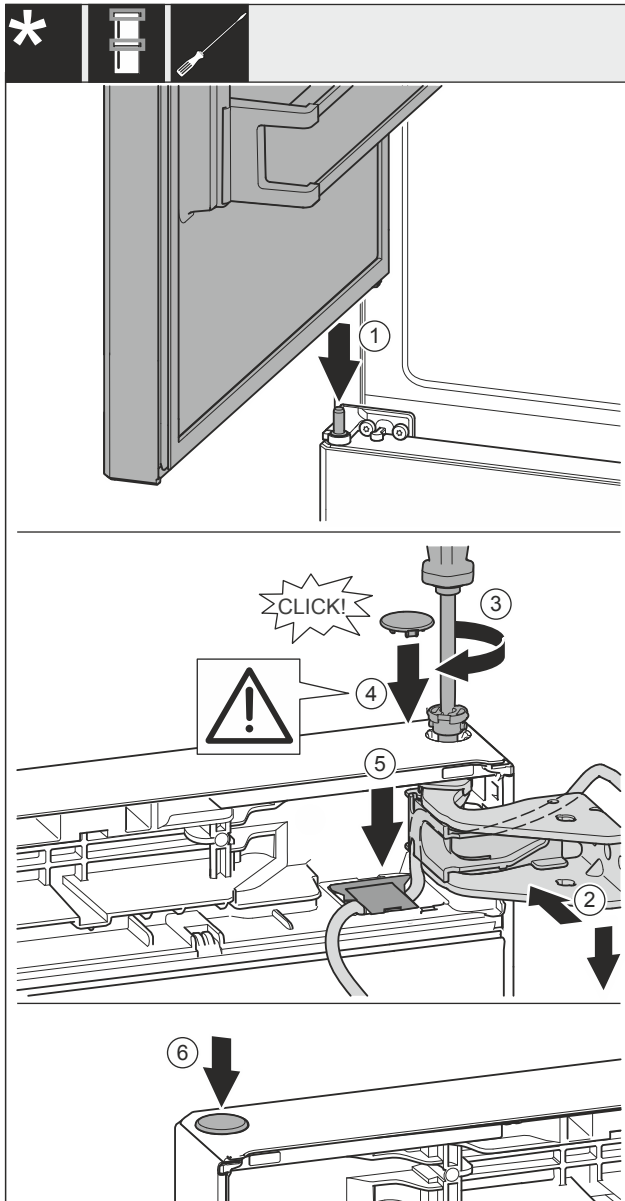

Fig. 58
- ▶ Установите верхнюю дверь на средний опорный палец Fig. 58 (1).
- ▶ Выровняйте дверь сверху по отверстию в опорном кронштейне Fig. 58 (2).
- ▶ Вставьте палец Fig. 58 (3) и затяните отверткой.
- ▶ Установите крышку Fig. 58 (4).
- ▶ Проследите за тем, чтобы крышка Fig. 58 (4) прилегала к дверям.
- ▶ Установите крышку Fig. 58 (5) и прижмите вниз до момента фиксации.
- ▶ Установите крышку Fig. 58 (6).